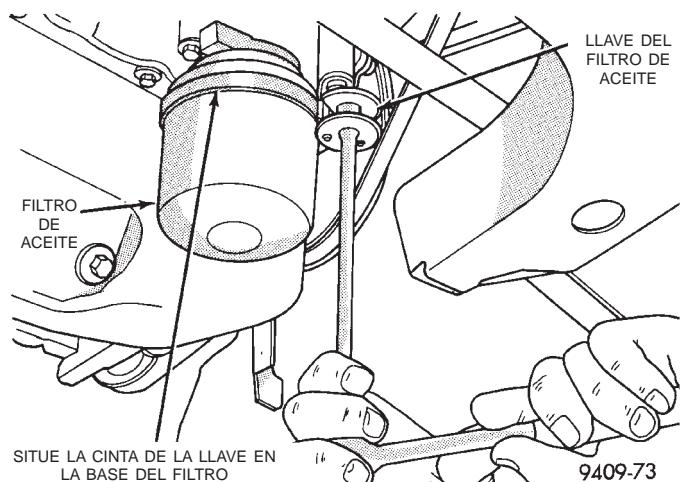

Fig. 81 Filtro de aceite del motor
**PRECAUCION:** Cuando realice el servicio del filtro de aceite (Fig. 81) evite que el filtro se deforme, instale la cinta de la llave contra la soldadura de la base del filtro. La soldadura, que une la cámara a la base, está reforzada por la placa de base.
(1) Gire a la izquierda para retirar.
(2) Para instalar, lubrique la nueva junta del filtro. Verifique la superficie de instalación del filtro. Esta debe ser lisa, plana y no debe tener suciedad ni trozos viejos de goma. Atornille el filtro hasta que la junta toque la base. Apriete con una torsión de 21 N·m (15 lbs. pie).